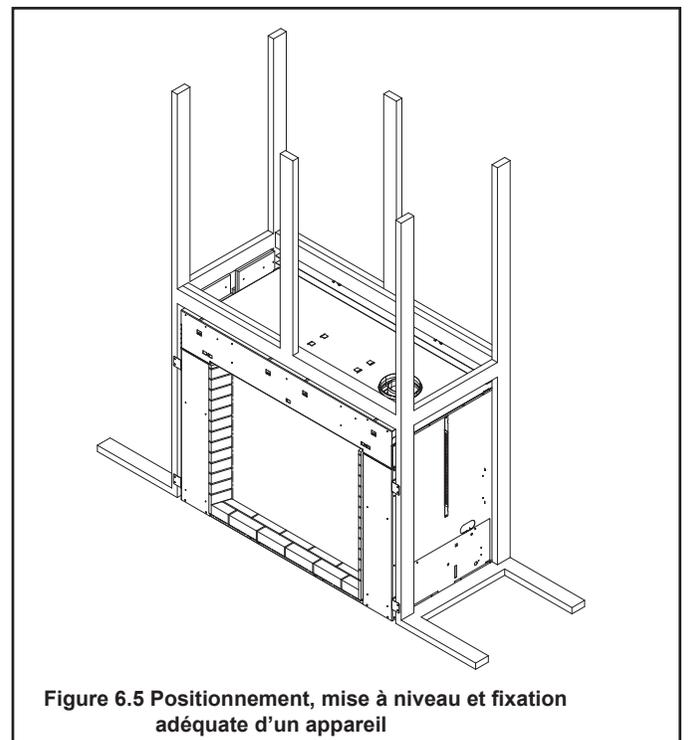

Figure 6.5 Positionnement, mise à niveau et fixation adéquate d'un appareil
4. Six bandes de finition en tôle sont fournies avec l'appareil. L'emplacement d'expédition des bandes de finition est illustré à la figure 6.3. Retirez les vis de 1/4 po qui fixent les bandes à l'appareil. Des bandes peuvent être utilisées pendant les étapes finales de finition de l'installation de l'appareil. Voir la figure 6.5. Les bandes doivent être retirées lorsque la finition est terminée.
Le schéma illustre comment positionner et placer correctement le poêle. Voir la figure 6.5. Les languettes de clouage permettent de clouer le poêle au coffrage.